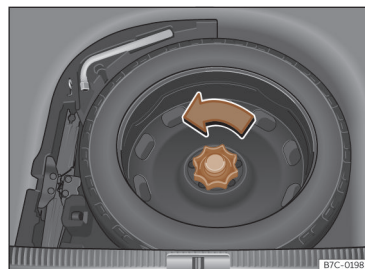

Fig. 205 En el maletero: piso de carga alzado.
- Gire la ruedecilla en sentido contrario a las agujas del reloj >>> **fig. 205.**